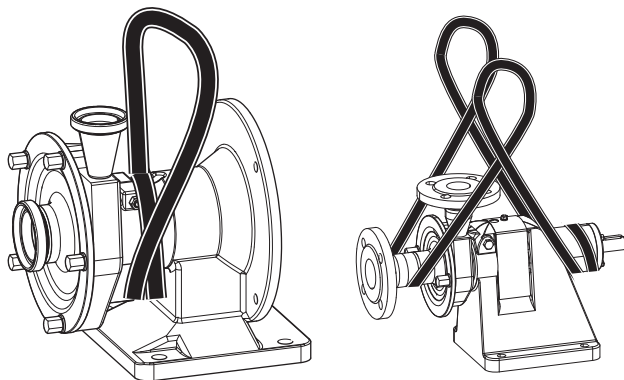

Bild 53 Transport med kran
1. Lägg rundslingan två varv runt mellanstyckets hals (se Bild 53 „Transport med kran“)
1. Lägg rundslingan två varv runt lagerbockens bakre ände (se Bild 53 „Transport med kran“).